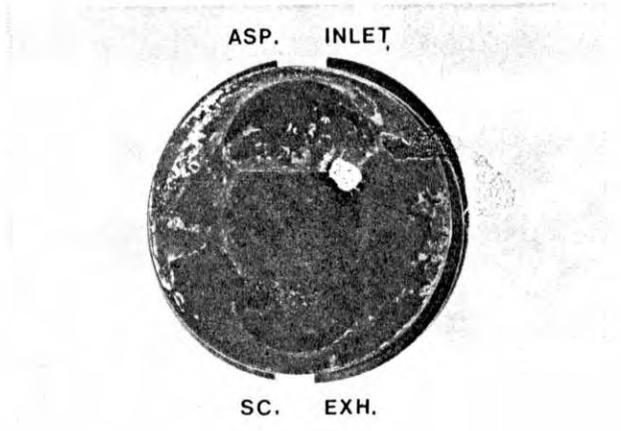

Fig. 72
- I pistoni vanno montati con l'incavo più grande rivolto verso la valvola di aspirazione (fig. 72).
- Pistons should be fitted with the bigger valve pocket in piston crown facing towards inlet valve (fig. 72).